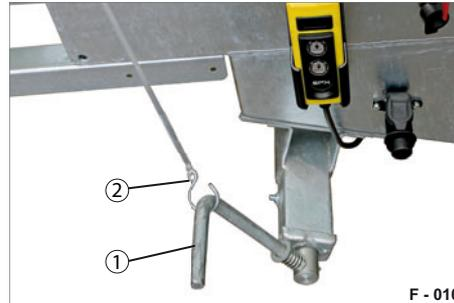

Abb. 16 Spindel-Feststellbremse gesichert
- ▶ Stülpen Sie den Haken des Sicherungsseils (Abb. 16/2) über die Kurbel.